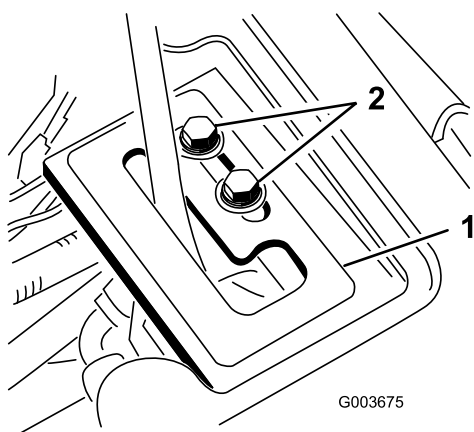

Bild 17
1. Setzen Sie die Hebelführungsplatte über dem Hubhebel ein und befestigen Sie ihn mit 2 Bundschrauben und Scheiben lose am Rahmen (Bild 17).
6. Wenn der Motor läuft und der Hubhebel in der **Schwebe**-Stellung ist, schieben Sie die Hebelführungsplatte, bis der Hubzylinder mit der Hand aus- und eingefahren werden kann (Bild 17).
7. Ziehen Sie die Befestigungsschrauben der Hubhebelführungsplatte an, um die Einstellung zu arretieren (Bild 17).